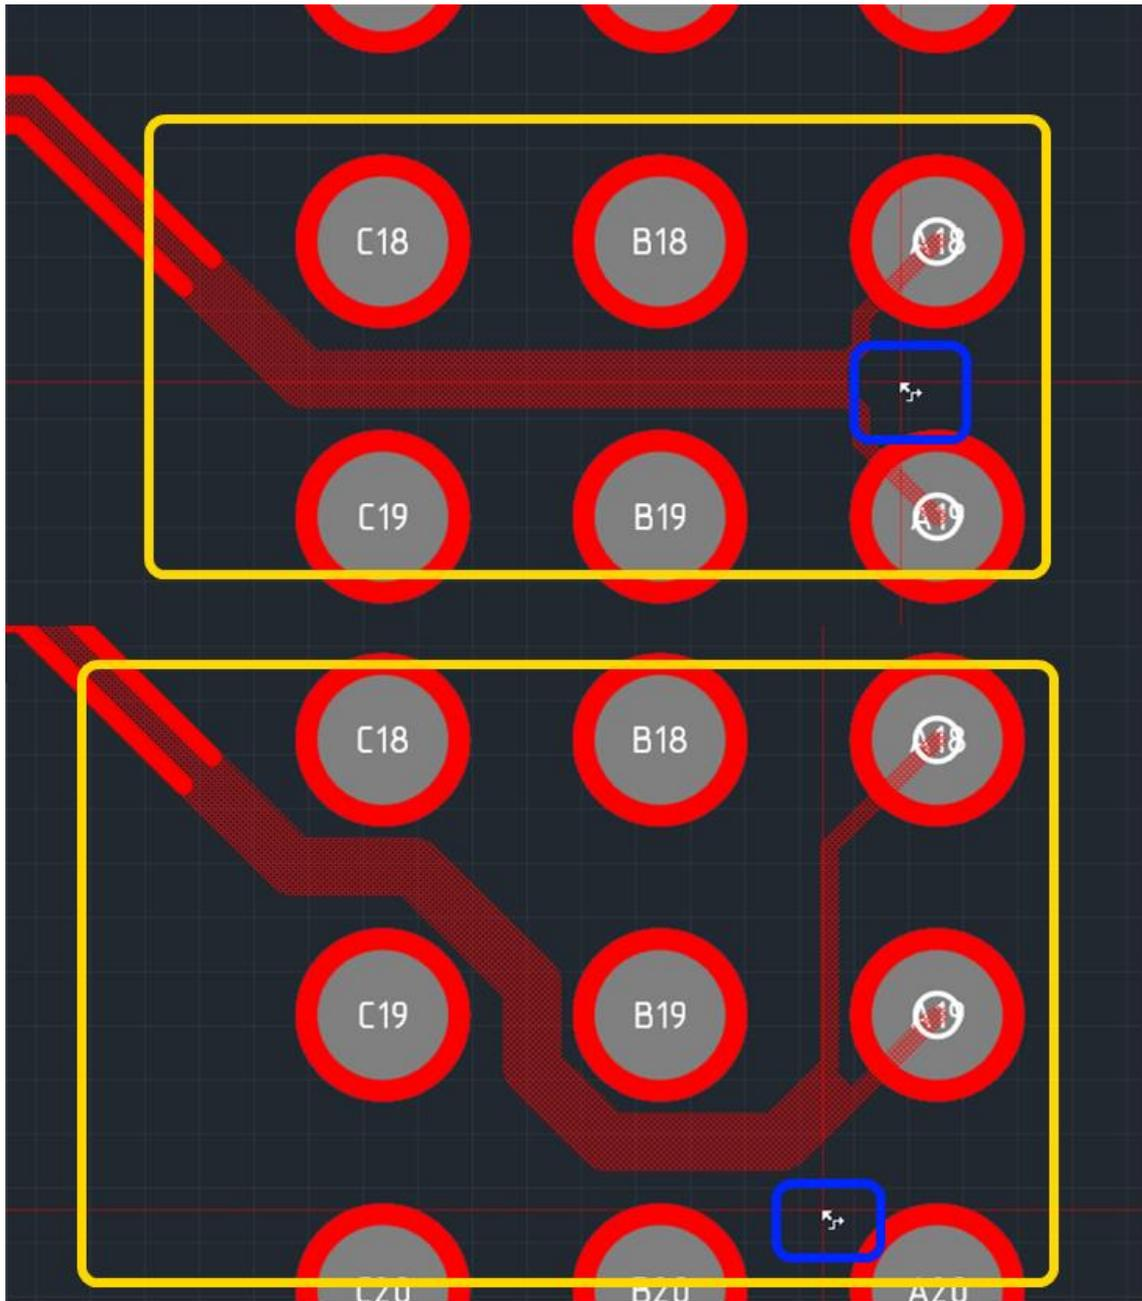

Рис. 90. Альтернативные варианты построения схождения диффпары
- Изменить положение участка диффпары близи контактных площадок и попробовать построить схождение заново, см. Рис. 90.